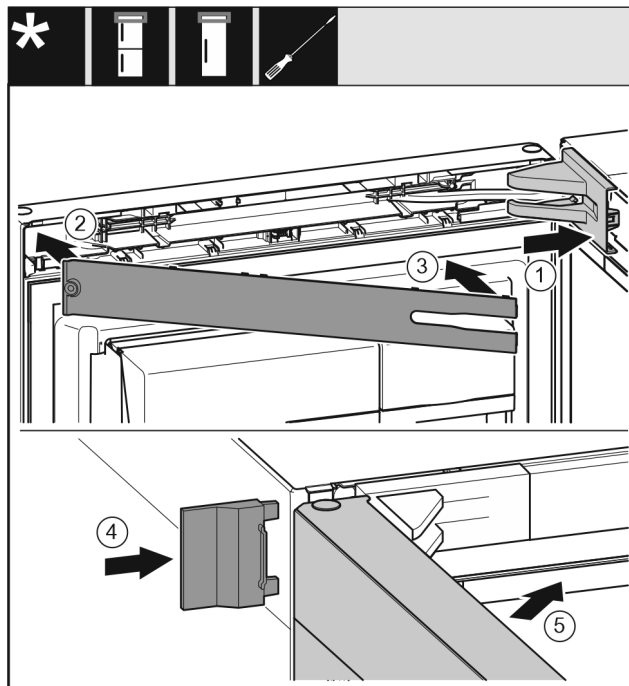

Fig. 43
- ▶ Stavite pokrov podloška ležaja Fig. 43 (1) i pustite ga da se uglati, po potrebi ga oprezno razdvojite.
- ▶ Nataknite masku Fig. 43 (2).
- ▶ Zakrenite masku Fig. 43 (3) i pustite da uskoči.
- ▶ Nataknite vanjski poklopac Fig. 43 (4).
- ▶ Zatvorite gornja vrata Fig. 43 (5).